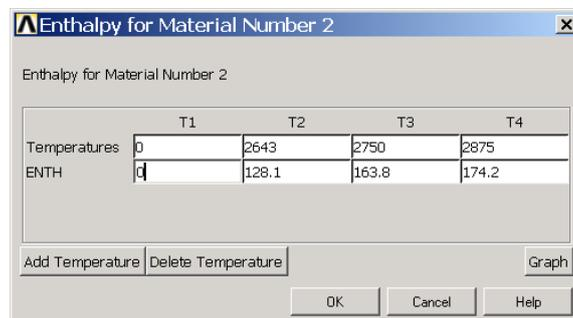

图11.25 定义钢模温度表
(6) 再次单击 Main Menu>Preprocessor>Material Props>Material Models 菜单，单击【File】|【New Model】菜单，定义 2 号材料。然后在右侧列表框中依次双击【Thermal】|【Enthalpy】，弹出【Enthalpy for Material Number 2】，单击 **Add Temperature** 按钮，可增加温度值。按图 11.25 设置钢模的温度表，单击【OK】按钮。